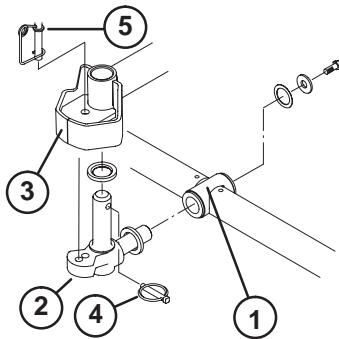

Bild 4
- Setzen Sie eine Druckscheibe auf die horizontale Welle des Kreuzgelenks, siehe Bild 4.
- Setzen Sie die horizontale Welle des Kreuzgelenks in das Befestigungsrohr des Trägerrahmens ein (Bild 4).
- Befestigen Sie das Kreuzgelenk mit einer Druckscheibe, einer flachen Scheibe und einer Bundkopfschraube am Trägerrahmen (Bild 4).
- Setzen Sie eine Druckscheibe auf die vertikale Welle des Kreuzgelenks (Bild 4).
- Falls abgenommen, setzen Sie die vertikale Welle des Kreuzgelenks in den Gelenkhub des Hubarms ein (Bild 4). Platzieren Sie das Kreuzgelenk richtig zwischen die zwei mittleren Gummistangen unter der Hubarmenlenkplatte.
- Setzen Sie den Klapstecker in das Kreuzloch an der Kreuzgelenkwelle ein (Bild 4).
Hinweis: Wenn Sie eine starre Mähwerkposition wünschen, setzen Sie den Lenkradarrätierstift in das Befestigungsloch des Kreuzgelenks (Bild 4).
- Haken Sie den Federdraht unten um den Lenkradarrätierstift (Bild 4).